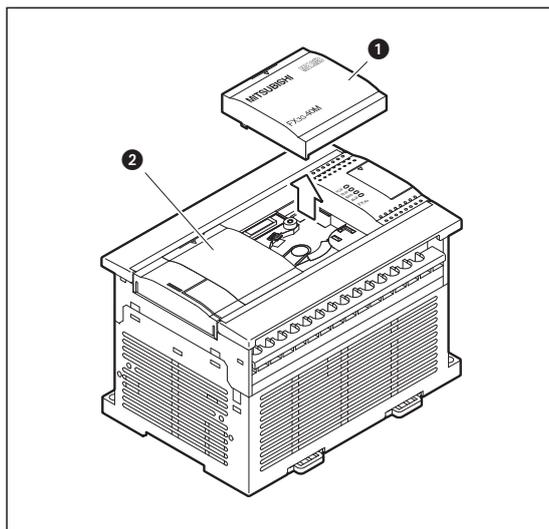

Abb. 10-3:
Diese Abdeckung muss nicht montiert werden, wenn die Speicherkassette nur kurzzeitig (z. B. zum Übertragen von Daten) installiert wird oder wenn die Speicherkassette bei den Grundgeräten FX3G-40M□/□ und FX3G-60M□/□ an Stelle der linken Abdeckung (❷ in Abb. 10-3) montiert wird.
War die Speicherkassette bei einem Grundgerät FX3G-40M□/□ oder FX3G-60M□/□ an Stelle der linken Abdeckung (2) in Abb. 10-3) montiert, ist keine seitliche Abdeckung vorhanden, die entfernt werden kann.